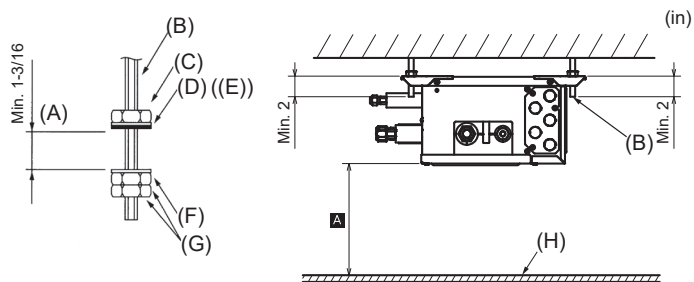

Fig. 6-1
- 2) Fixez les rondelles ((1)(2)) et les écrous (à acheter localement) sur les boulons de suspension. (Fig. 6-1)
- (A) Une fois l'appareil suspendu et les écrous correctement fixés
- (B) Boulon de suspension
- (C) Écrou (à acheter localement)
- (D) Rondelle (avec amortisseur) (1)
- (E) Vérifiez que l'amortisseur est orienté vers le bas
- (F) Rondelle (sans amortisseur) (2)
- (G) Écrou (à acheter localement)